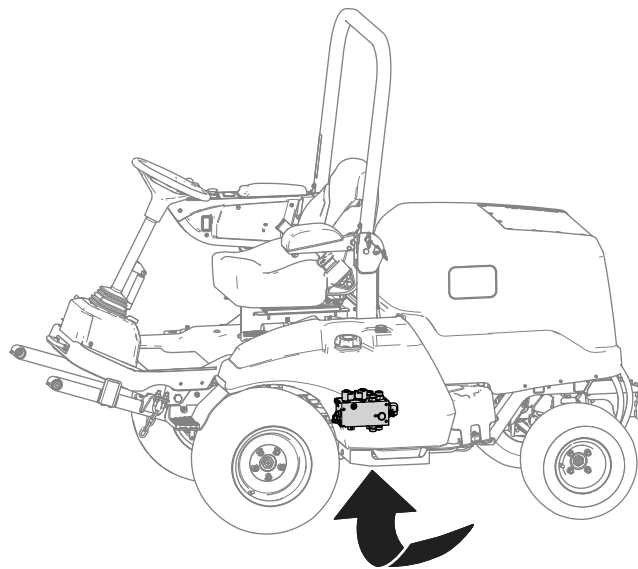

Figura 23
- Localizați colectorul de ridicare de sub mașină (Figura 23).